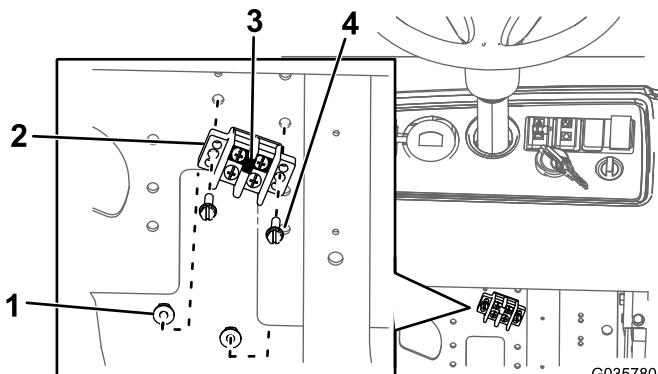

Рисунок 13
- A. Установите плоскую перемычку на блок заземления (Рисунок 13).
- B. Установите блок заземления на монтажную пластину, используя два болта (№ 10 x 3/4 дюйма) и две гайки (№ 10), как показано на Рисунок 13.